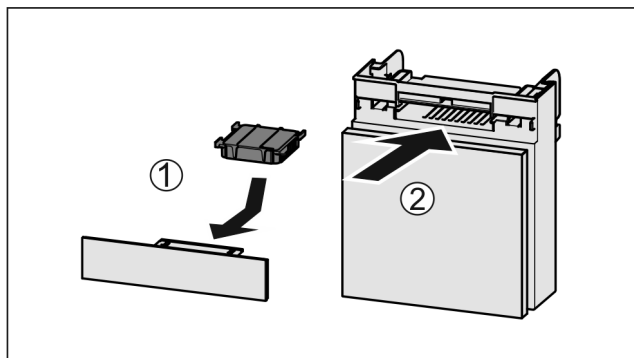

Fig. 121
- Filtr s aktivním uhlím vložte podle vyobrazení Fig. 121 (1).
- Zásuvku zasuňte Fig. 121 (2).